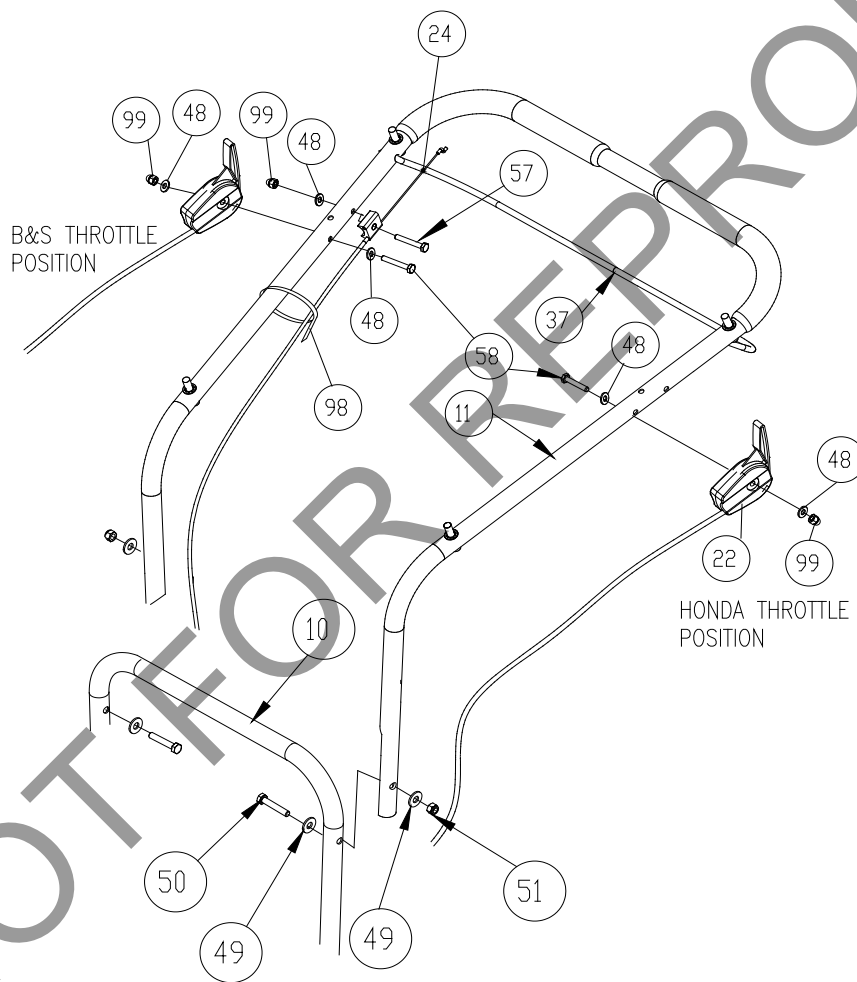

Fig. 1
1. **MONTERA** det övre handtaget (artikel 11) med utrustningen från reservdelspåsen (artikel 50, 49 och 51) i det nedre handtaget (artikel 10). Dra åt hårdvaran. (Se Fig. 1).